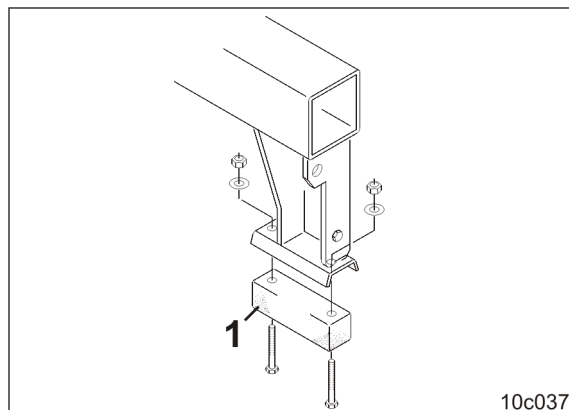

Рис. 104
- две пластмассовые опоры (Рис. 104/1) и